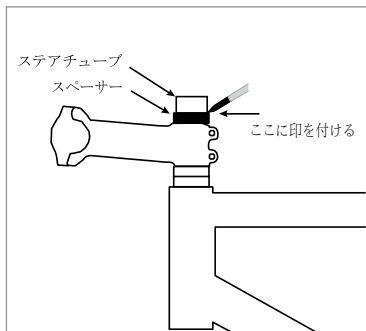

図 6
- 10 mm スペーサーをステムクランプの上に追加して、追加のステアチューブがある場合は、細字フェルトペンを使ってスペーサー上端に沿ってステアチューブに印を付けます (図 6)。